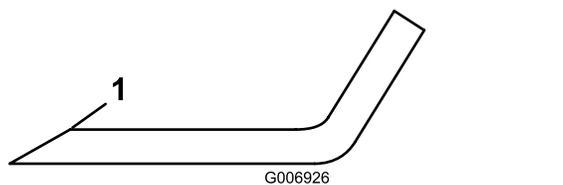

**Figura 75**
3. Verificate accuratamente i taglienti, con particolare attenzione ai punti d'incontro delle sezioni piatta e curva della lama (Figura 75).